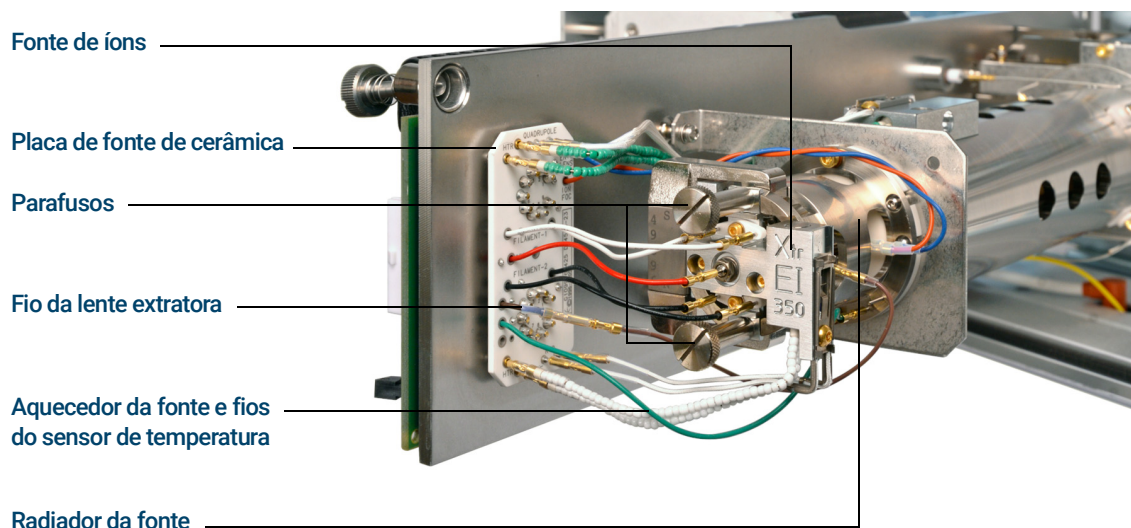

Figura 68. Instalação da fonte EI
- 1 Deslize a fonte de íons para dentro do radiador da fonte. (Consulte **Figura 68.**)
- 2 Insira e aperte manualmente os parafusos da fonte. Não aperte demais os parafusos de aperto manual. (Consulte **Figura 68.**)